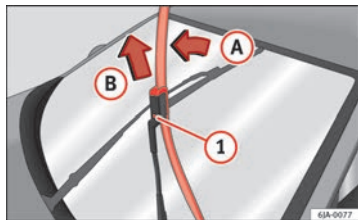

Fig. 66 Spazzole dei tergicristalli
- Rimuovere il braccio del tergicristallo dal cristallo muovendo leggermente la spazzola nel senso del braccio - freccia ① ⇒ fig. 66.
- Con l'altra mano sbloccare la sicurezza ① ed estrarre la spazzola nel senso della freccia ②.